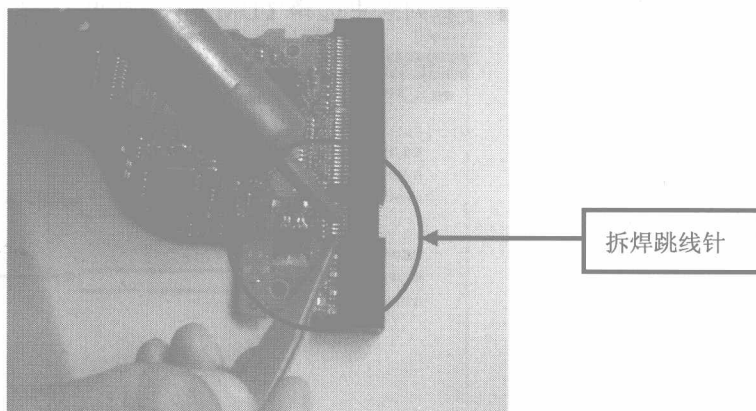

图 1-17
- ①⑨ 从废硬盘的跳线接口上找一根跳线针，使用热风枪将其拆焊，如图 1-17 所示。